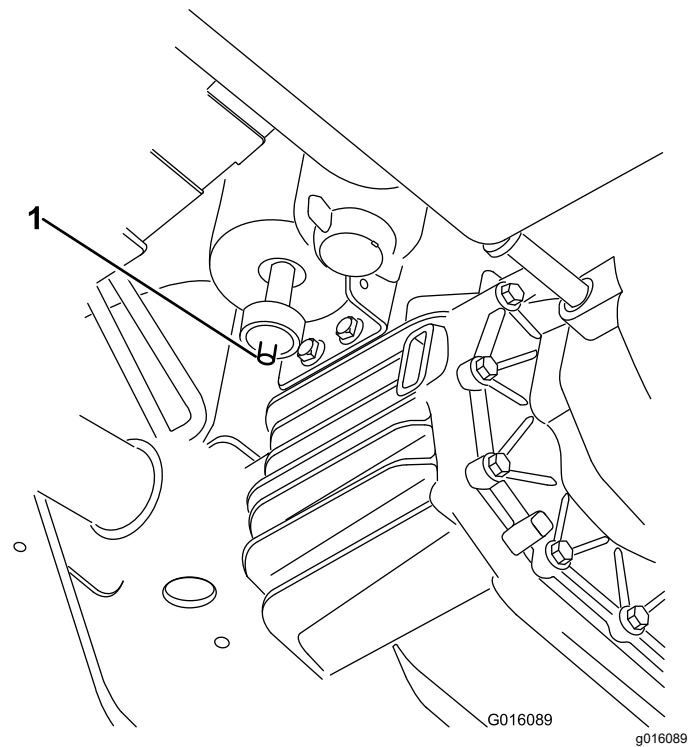

Figure 37
1. Localisez le filtre à air au bas de la cartouche à charbon actif (Figure 37).